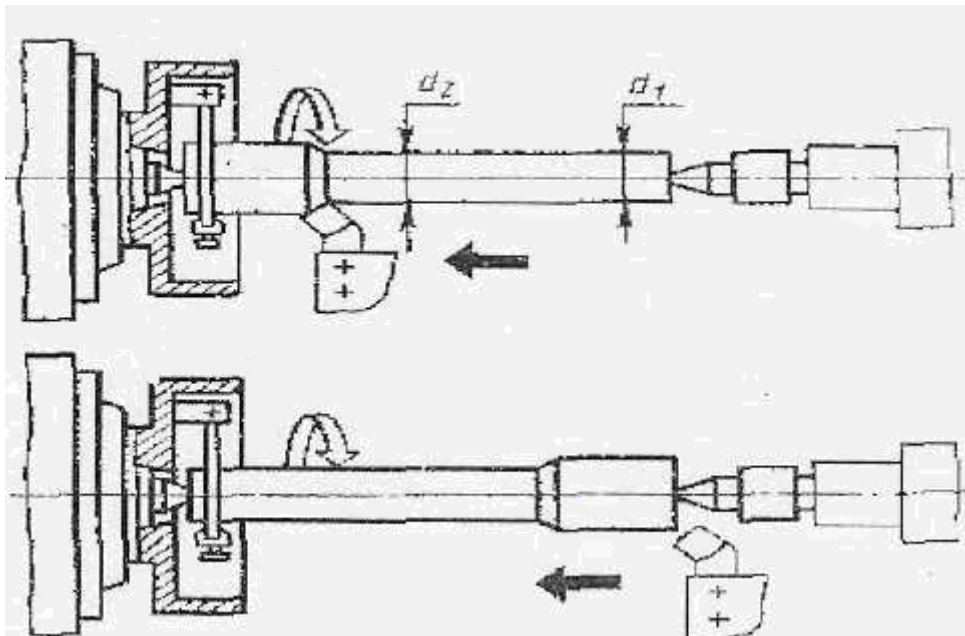

Рисунок 19 – Обтачивание заготовок в центрах
2) обточит конец, расположенный у заднего центра, на длину 40 до 50 мм, переставит заготовку обточенным концом в патрон, другим на задний центр и закончит обработку всей поверхности вала, как показано на рисунок 19;